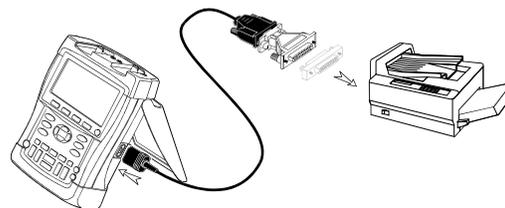

Рис. 36. Подключение последовательного принтера
- Оптически изолированный кабель с адаптером RS-232 (PM9080, поставляется дополнительно) - для подключения последовательного принтера к оптическому порту (OPTICAL PORT) прибора. (См. Рис. 36.)